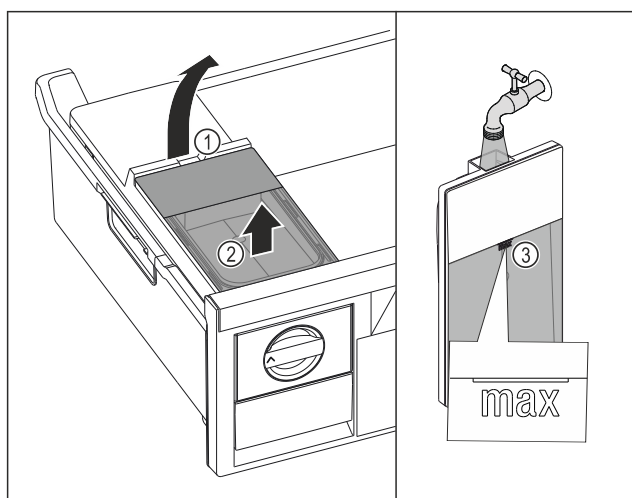

Fig. 150
- ▶ Zvedněte nádržku na vodu za vybrání Fig. 150 (1).
- ▶ Vyměňte nádržku na vodu nahoru. Fig. 150 (2)
- ▶ Naplňte nádržku na vodu pitnou vodou až po značku Fig. 150 (3).